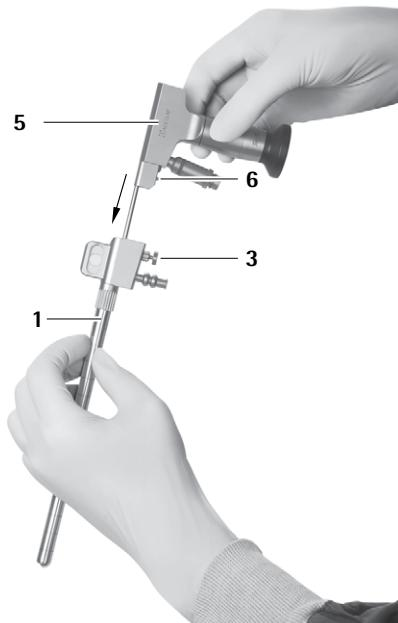
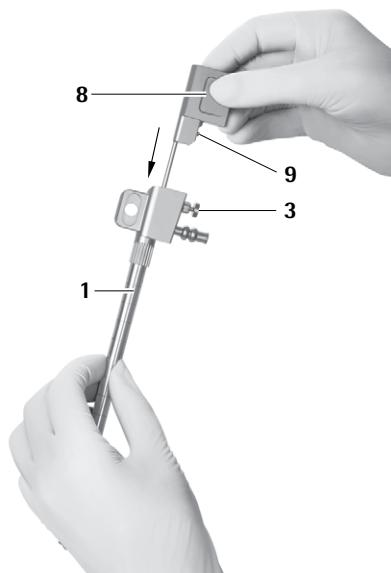

Fig. 14
Fig. 15
- ▶ Para tal, assegurar que o pino de bloqueio **6** do endoscópio **5** ou o pino de bloqueio **9** do obturador para o canal ótico **8** estão do mesmo lado que o botão de desbloqueio **3** do trocante MINOP InVent **1**, ver Fig. 14 e ver Fig. 15.